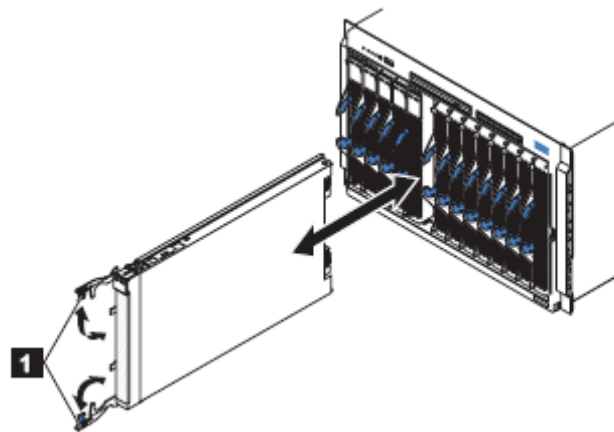

Figure 3-13. Installation du serveur lame dans un Bull Blade Chassis - Enterprise
4. Vérifiez que les poignées de déverrouillage du serveur lame sont en position ouverte (perpendiculaires au serveur lame, comme indiqué par le repère **1** dans la Figure 3-13, à la page 39).